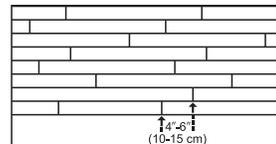

Figura 4
- Es importante alternar los extremos de los tableros en hileras contiguas a un mínimo de 4"-6" (10-15 cm), siempre que sea posible (Figura 4). Este patrón de escalonar contribuirá a garantizar un aspecto general más favorable del piso.
- Verifique el ajuste adecuado entre todos los bordes y extremos de cada plancha. Las juntas terminales de hileras adyacentes se deben escalonar 4"-6" (10-15 cm) cuando sea posible para garantizar una apariencia general más favorable (Figura 4).